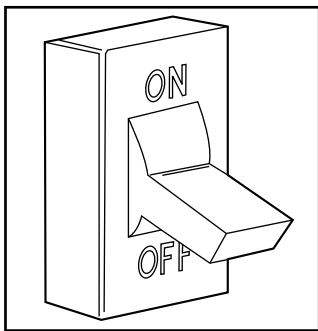

Fig. 20 - Couper l'alimentation électrique
1. Couper l'alimentation électrique de la chaudière. Voir Fig. 20.